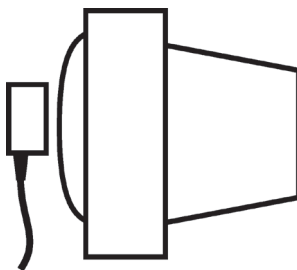

Рис.3 – Измерения яркости экранов
6.2.3.4 Зафиксируйте измерительную головку с ФПУ в контрольной точке измерений оптического излучения, на расстоянии 1-4 мм от экрана (см. Рис.3). При этом яркость объекта в поле зрения датчика должна быть равномерной.